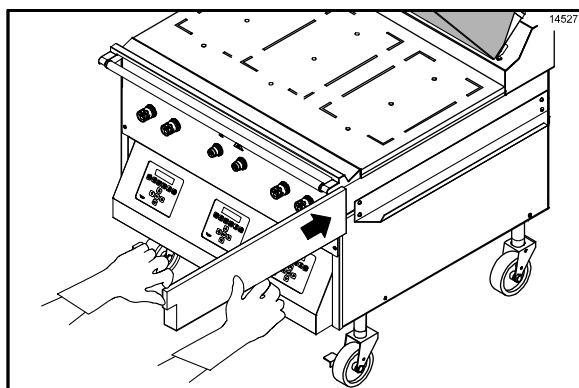

Figure 71
- Réinstaller les tiroirs de récupération de la graisse (Cf. Figure 71).